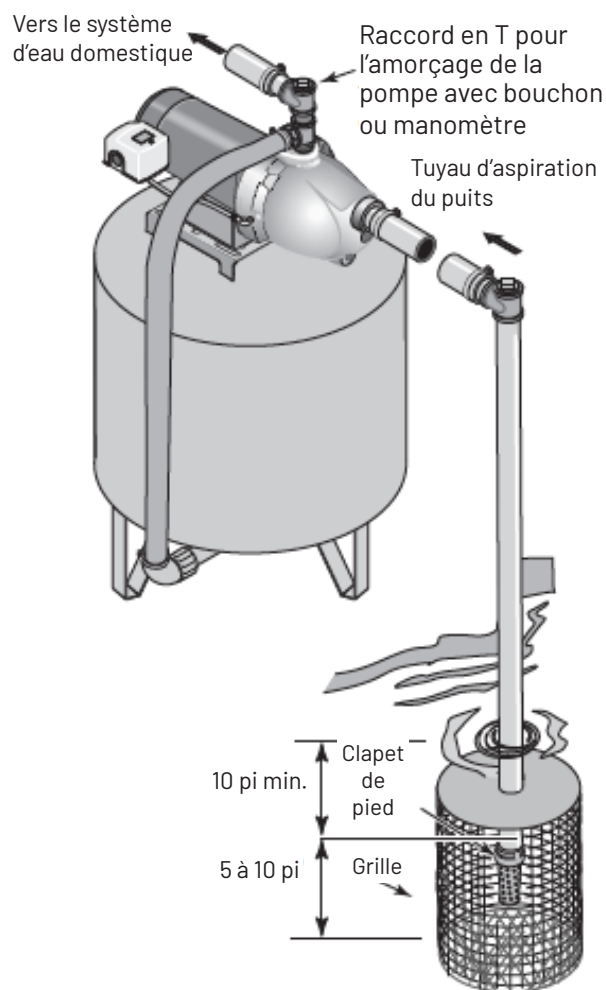

Figure 3 : Installation pour l'eau de surface
2. Assemblez un clapet de pied et un tuyau d'aspiration (figure 3). Assurez-vous que le clapet de pied fonctionne librement. Utilisez un ruban d'étanchéité pour filetage de tuyaux en PTFE sur les joints de tuyaux filetés. Protégez l'ensemble du clapet de pied contre les poissons, les déchets, etc. en installant une grille autour.
4. Installez un raccord en T, un bouchon d'amorçage et un tuyau d'aspiration sur la pompe (figure 3). Mettez en place un système de soutien de tuyaux pour éviter qu'ils n'exercent une pression sur le corps de la pompe et de manière à ce qu'ils soient légèrement inclinés vers le haut depuis le puits jusqu'à la pompe (les points élevés peuvent provoquer des poches d'air susceptibles de bloquer la pompe).